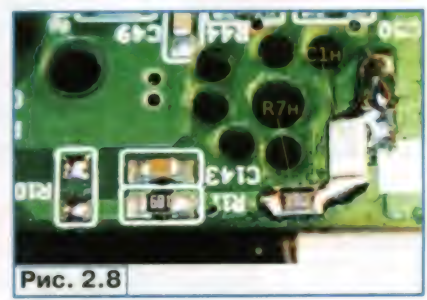

Рис. 2.8
Резистор R9 заменяют на другой с сопротивлением 2,2 кОм, чем увеличивают ток через диод D9 (SW) до 1 мА (дифференциальное сопротивление уменьшается до 40 Ом). Установка резистора R7n увеличивает импеданс усилителя для последующего ФНЧ до 120 Ом (рис. 2.8). При этом возрастёт линейность усилителя и коммутатора, и мы сможем предсказуемо доработать ФНЧ перед смесителем. Проволочная антенна длиной 5 м уже не вызовет перегрузку усилителя на транзисторе Q10.
Для доработки устанавливают конденсатор C1н (см. рис. 2.8), учитывая посадочное место от снятого экрана, заменяют дроссель L8 другим, индуктивностью 0,82 мкГн (рис. 2.12). Взамен дросселя L9 временно устанавливают проволочную перемычку (позже устанавливают резистор R8н). Удаляют конденсаторы C51—C53 (рис. 2.13). Это позволит на верхней границе полосы пропускания (30 МГц) создать слабый резонанс и нейтрализовать входную ёмкость смесителя.
4. Удаляют резистор R10 (см. рис. 2.8).